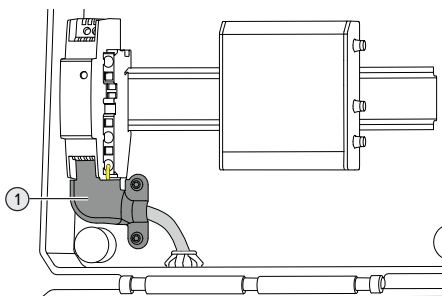

Fig. 7 : Capuchon correctement monté.
- ▶ Veiller à ce que le capuchon soit monté de la manière représentée sur la fig. 7.